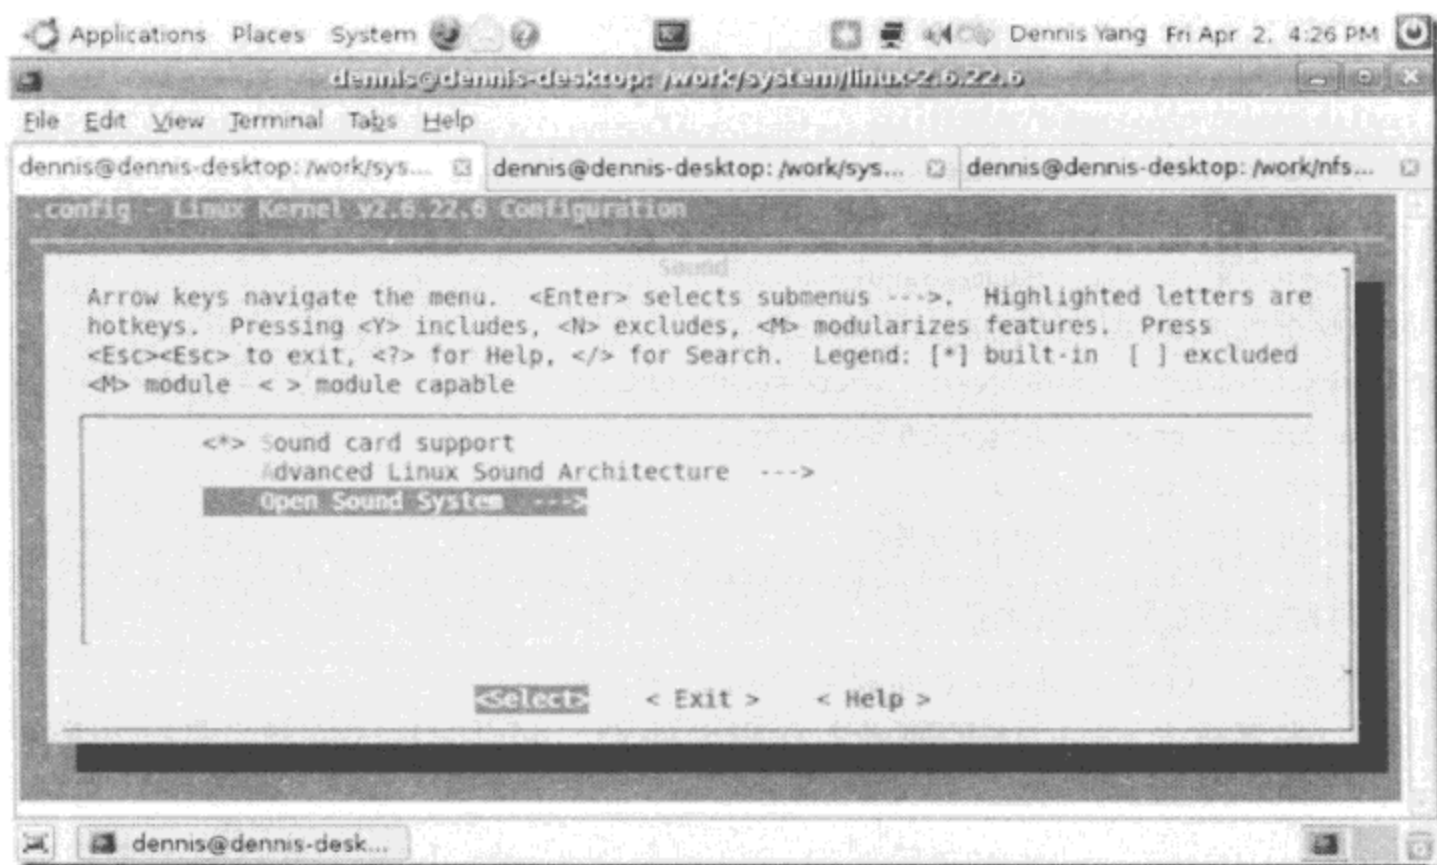

图 6-5 声卡驱动配置 1
(1) 首先,先将声卡 ual341 的驱动源代码文件 s3c_ual341.c(位于光盘\work\sysbuild 目录)放到 sound/oss 目录。
(2) 在 sound/oss/Kconfig 的最后增加 config 条目,以使 ual341 驱动的配置选项能够出现在 make menuconfig 的配置界面中,如图 6-5 所示。